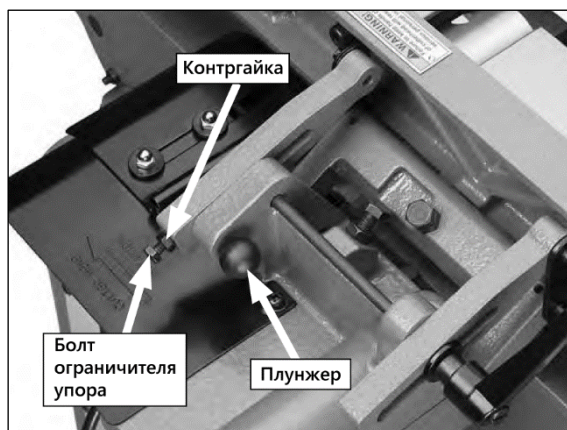

Рисунок 67.
- Ослабьте контргайку болта на ограничителе упора под 90 градусов (рис. 67).